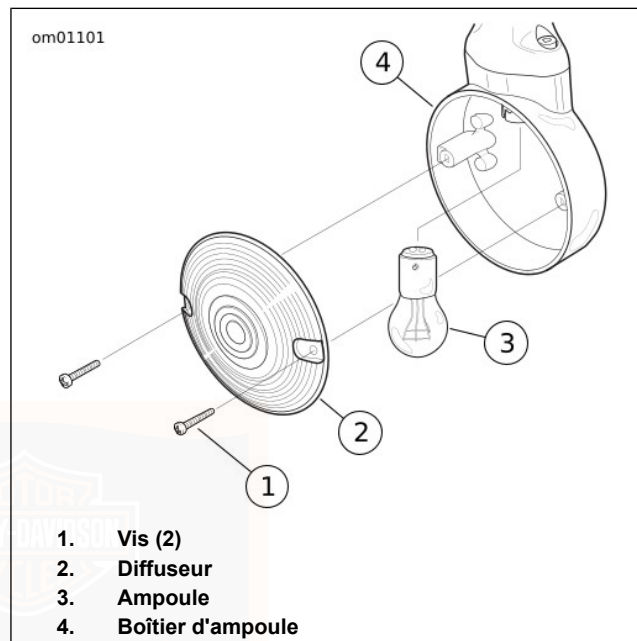

Figure 67. Ensemble de feu de direction : Diffuseur de style plat
1. Voir Figure 67. Retirer deux vis pour détacher le diffuseur du boîtier d'ampoule.